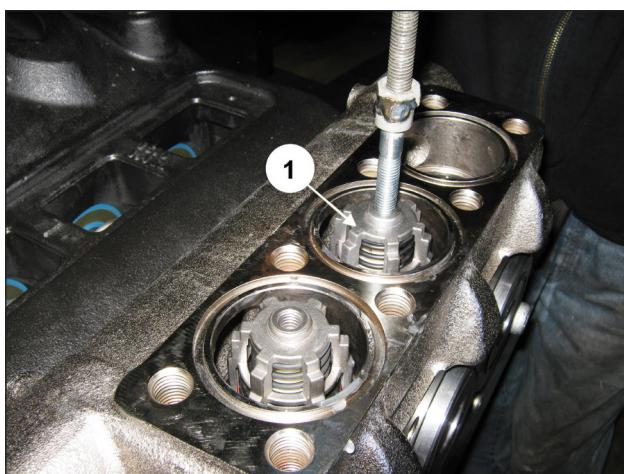

Рис. 145
Вставьте узел нагнетательного клапана (поз. ①, Рис. 144). Клапанный узел в сборе должен быть вставлен до упора и выглядеть, как на поз. ①, Рис. 145.